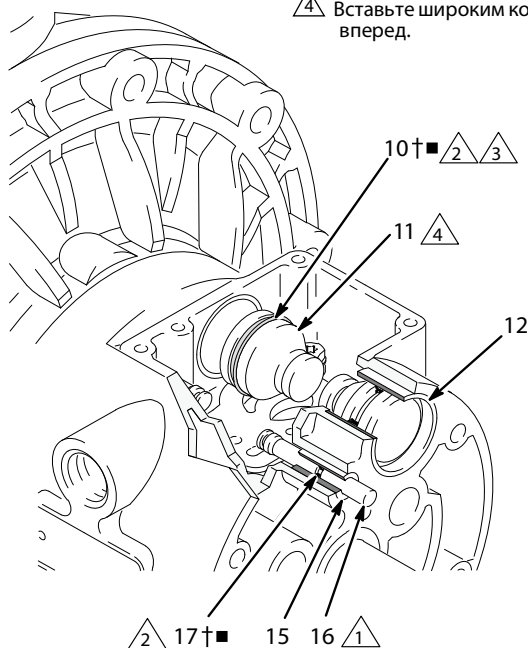

рис. 9
4. Извлеките два приводных поршня (11) из подшипников (12). Извлеките из поршней уплотнения П-образного сечения (10†). Извлеките направляющие штифты (16) из подшипников (15). Снимите с направляющих штифтов уплотнительные кольца (17). См. рис. 9.
6. Осмотрите подшипники (12, 15), не снимая их. См. рис. 9. Подшипники имеют коническую форму. Если они повреждены, извлекать их следует снаружи. Для этого
4. Установите уплотнительное кольцо (17†■) на каждый направляющий штифт (16). Нанесите смазку на штифты и уплотнительные кольца. Вставьте штифты в подшипники (15) *узкими* концами вперед. См. рис. 9.
5. Установите уплотнения П-образного (10†■) на каждый приводной поршень (11) так, чтобы кромки уплотнения были обращены к *узким* концам поршней. См. рис. 9.
6. Нанесите смазку на уплотнения П-образного сечения (10†■) и приводные поршни (11). Вставьте приводные поршни в подшипники (12) *широкими* концами вперед. Оставьте узкие концы поршней снаружи. См. рис. 9.